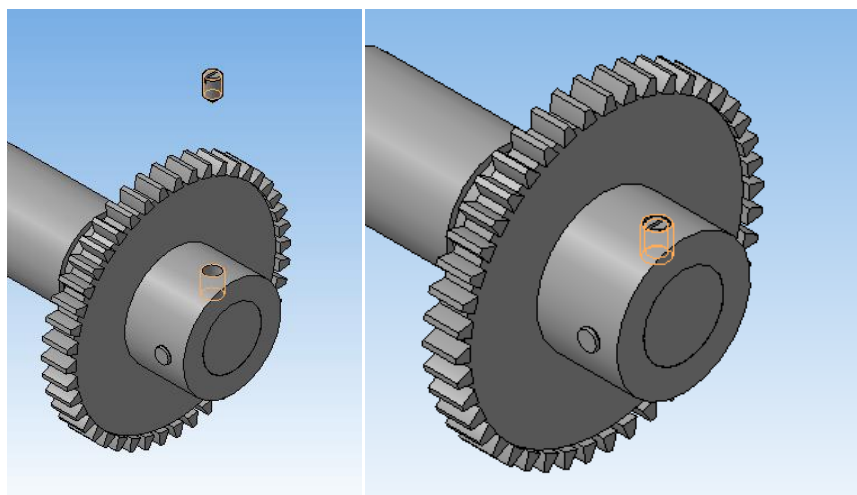

Рисунок 128.
13. Установите сопряжения «Касание», укажите плоскость вращения бобышки и торцевую плоскость винта. В результате винт займет свое положение (рисунок 128).